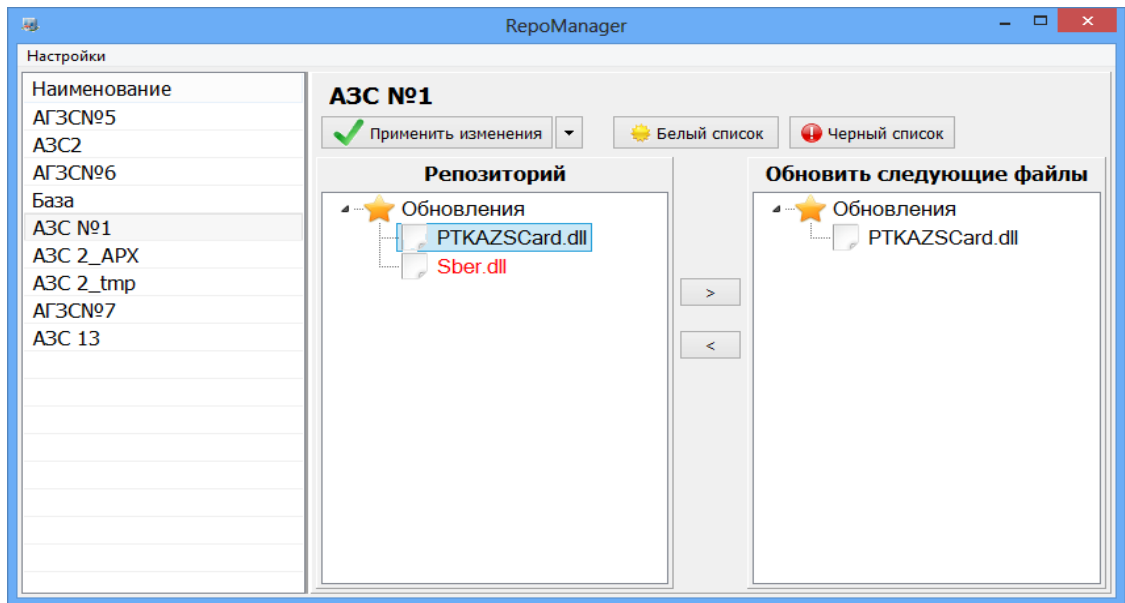

Рис.1
2. В программе ПТК АЗС. ОФИС в окне «RepoManager» (меню Настройка\Настройка обновления) выбрать АЗС, где надо выполнить обновление (если обновление для одной АЗС). Задать настройки Сервера FTP и включить «Разрешить обновления» (меню «Настройки»). В поле «Репозиторий» отобразятся все файлы из папки Repo. По одному выбирайте файлы для обновления и нажатием на «>» переместите их в поле «Обновить следующие файлы» (рис.1).